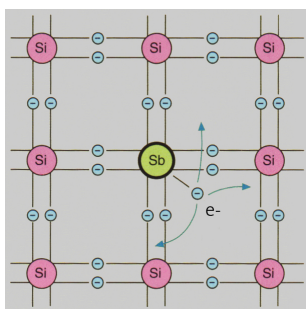

Abb. 3: N-leitend
Um Halbleiter herzustellen, wie wir sie kennen, möchte man noch mehr freie Elektronen und die Temperaturabhängigkeit sollte möglichst klein sein. Man fügt in das Silizium-Kristallgitter Fremdatome ein. Dieser Vorgang nennt man **Dotieren**. Es werden Atome mit 3 oder 5 Valenzelektronen verwendet. Fügt man im Silizium-Kristall fünfwertige Fremdatome hinzu (Arsen (As), Phosphor (P), Antimon (Sb)), so werden nur 4 Valenzelektronen für die Bindung benötigt. Ein Valenzelektron bleibt als frei bewegliches Elektron im Silizium-Kristallgitter vorhanden. Dieser Halbleiter wird **N-Leitend** (Abb. 3) genannt.